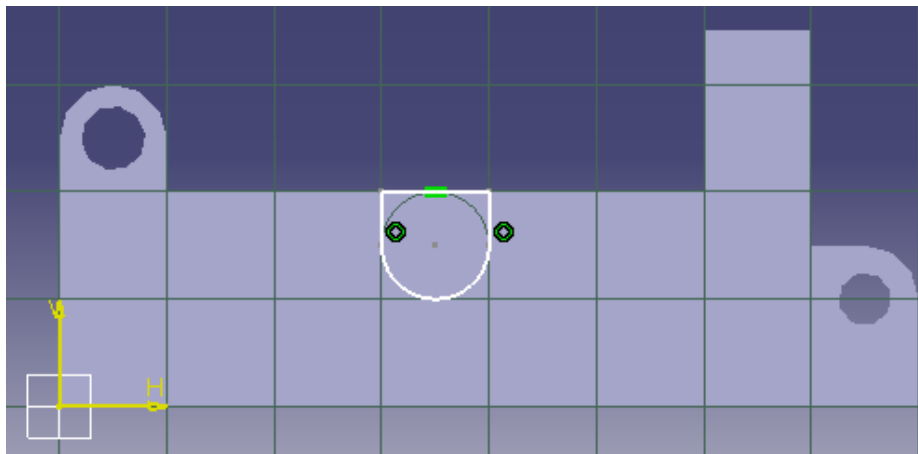
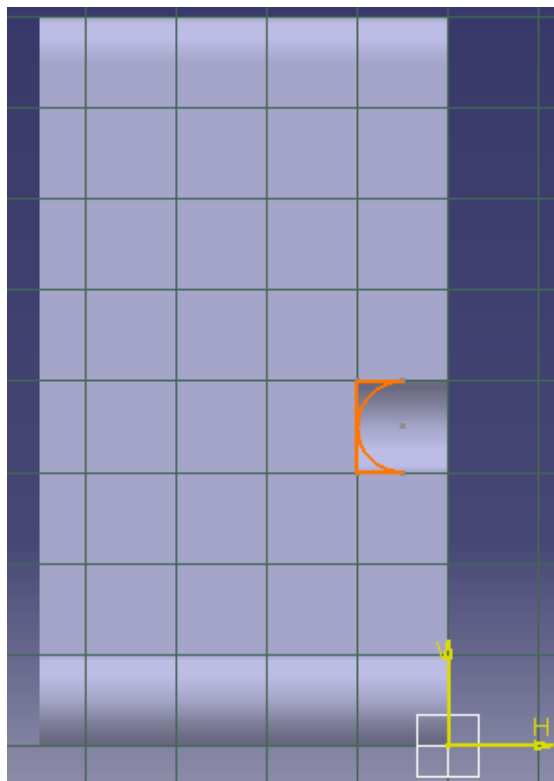

Figura 4.56: PERFIL 2
Figura 4.58: PERFIL 3
7.- Se selecciona la parte frontal de la pieza y se entra al modulo SKETCH, se dibuja un perfil como se ve en la figura 4.56.
9.-En el modulo SKETCHER se crea un perfil como el de la figura 4.56, se regresa al modulo PART DESIGN y se utiliza la herramienta PAD para extruirlo con una profundidad de 10 y dar ok. (ver figura 4.58)